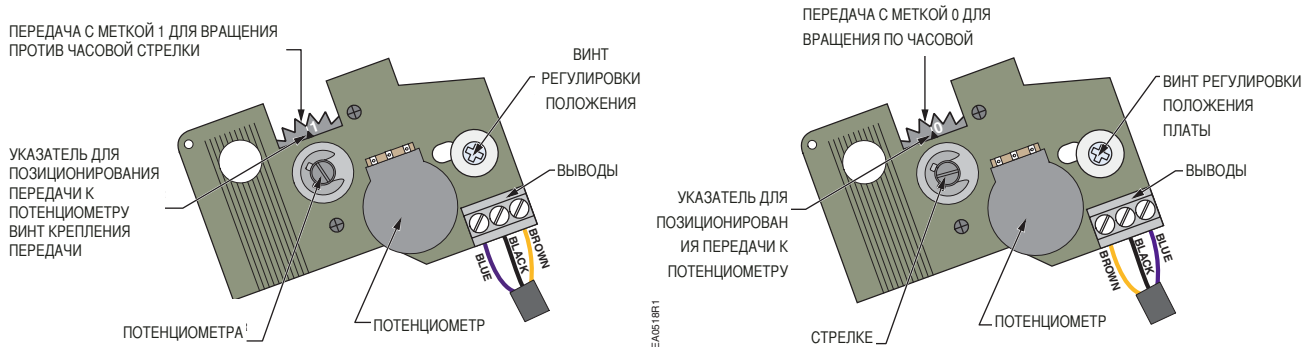

Рис. 17. Изменение направления вращения на плате потенциометра ASZ.
5. См. Рис. 17. Отключите синий и коричневый провода от выводов, расположенных на плате потенциометра ASZ.... ocated
9. См. Рис.17. Отпустите черный винт крепления передачи потенциометра приблизительно на один оборот. Осторожно вставьте небольшую отвертку между передачей потенциометра и серой пластиковой крышкой. Осторожно поворачивайте отвертку до тех пор, пока передаточный механизм потенциометра не выйдет из сцепления с валом барабана.